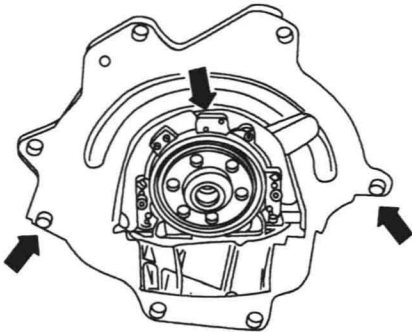

图 1-5 推上空心定位销
3) 检查气缸体中是否有用于定位发动机和变速器的空心定位销,如有必要,应进行安装。嵌入曲轴密封圈上的中间板,如图 1-5 中箭头所示,推上空心定位销。在移入机组时应注意万向轴的自由度,并通